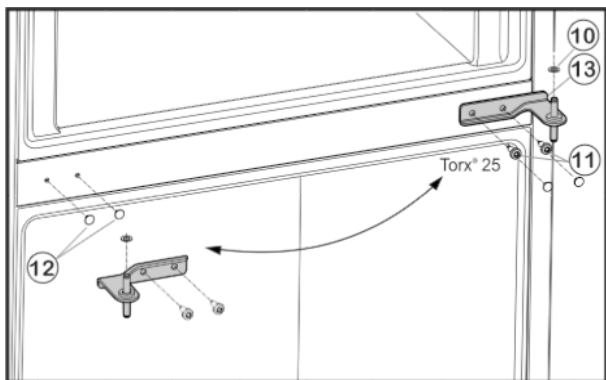

Fig. 5
- ▶ Sejměte opatrně kryty *Fig. 5 (12)* a na protější straně je opět nasad'te.